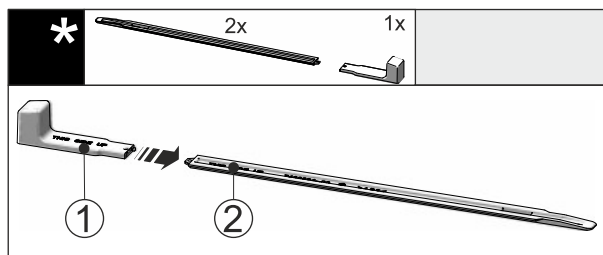

Fig. 49
- Montážní úchyt Fig. 49 (1) připevněte k nivelační liště Fig. 49 (2).